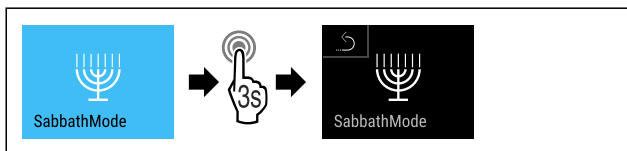

Fig. 14
- Følg anvisningene (se Fig. 14).